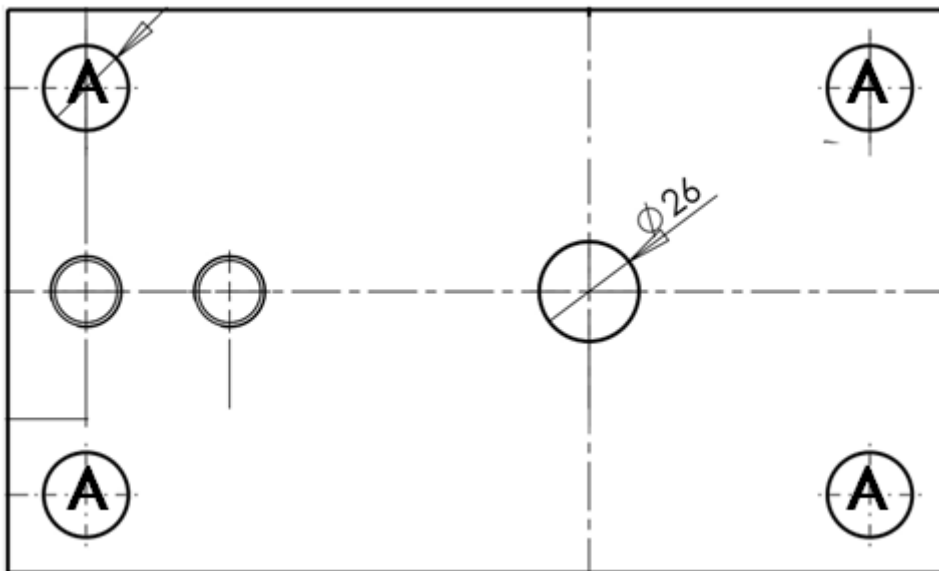

图 15: RSLC-10 底座底板尺寸(毫米)
1. 图 15 显示了 RSLC-10 的安装板。按照图中所示在混凝土基座上钻取四个孔 (A).